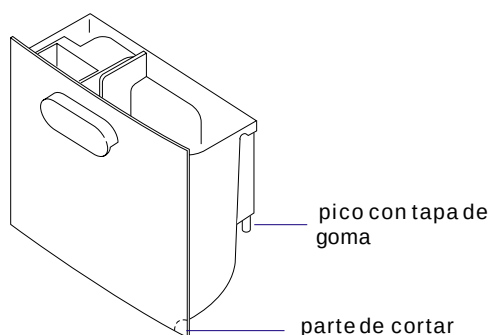

Fig. 1
- 1) En el depósito del aparato hay una parte mas sutil que tiene que ser cortada para el pasaje del tubo (fig.1)
- 2) Sacar la tapa de goma del pico (fig.1).